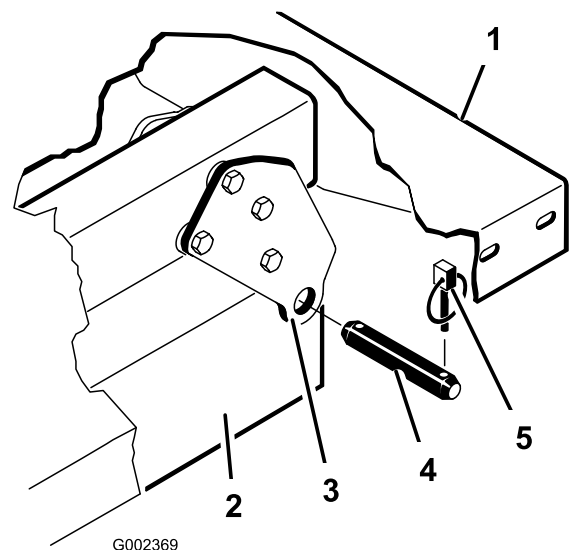

Figure 4
5. Retirez les axes de chape qui fixent les extrémités des tiges de vérins aux plaques de montage du plateau en les poussant vers l'intérieur (Figure 4).
6. Enlevez les goupilles à anneau et les axes de chape qui fixent les supports de pivot aux profilés du cadre (Figure 4).